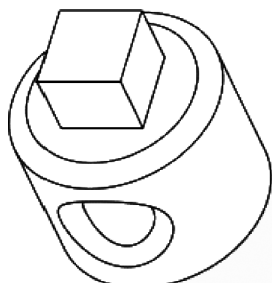

图 7-109 完成第 2 组倒角特征
(8) 在对话框的【倒角角度】组合框中修改其角度数值为“30”，在【倒角距离】组合框中修改其数值为“3”，单击控制区的【应用】按钮，完成第 2 组倒角特征，如图 7-109 所示。